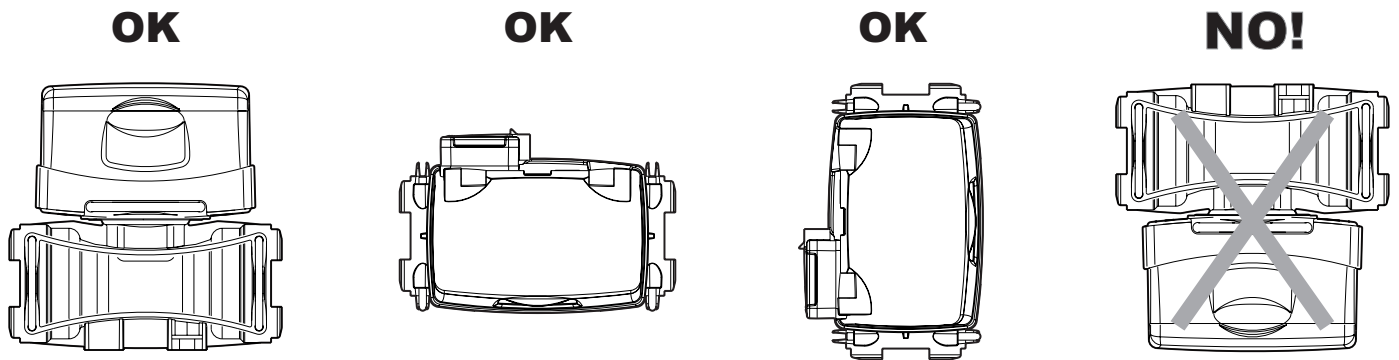

Рис. 1
- Не устанавливайте расходомер дисплеем, обращенным вниз (Рис. 1).